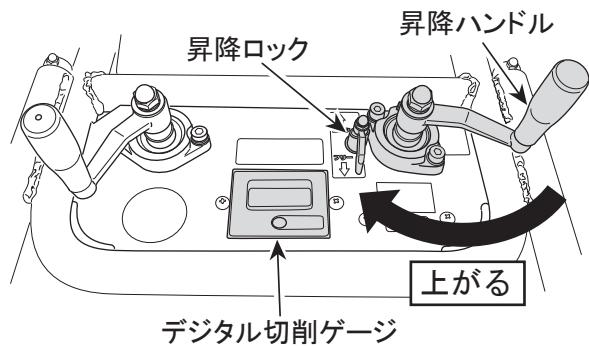

図 37
1. 昇降ロックを解除(フリー)して、昇降ハンドルで本機を上昇させます。(図37)